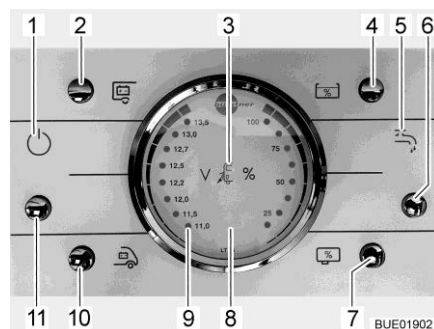

Bild 98 Panel LT 96
Der Taster (Bild 98,11) schaltet das Panel und die 12-V-Versorgung des Wohnraums ein und aus.
- Einschalten:** ■ Taster (Bild 98,11) drücken: Die 12-V-Versorgung des Wohnraums ist eingeschaltet. Die Kontroll-Leuchte (Bild 98,1) leuchtet.
- Ausschalten:** ■ Taster (Bild 98,11) drücken: Die 12-V-Versorgung des Wohnraums ist ausgeschaltet. Die Kontroll-Leuchte (Bild 98,1) erlischt.
Beim Anzeigeeinstrument V/Tank (Bild 98,8) die linke Skala beachten. Das Anzeigeeinstrument wird automatisch beleuchtet, sobald ein Taster gedrückt wird.
- Anzeigen:** ■ Taster (Bild 98,10) drücken: Die Batteriespannung der Starterbatterie wird angezeigt.
- Taster (Bild 98,2) drücken: Die Batteriespannung der Wohnraumbatterie wird angezeigt.
Beim Anzeigeelement V/Tank (Bild 98,8) die rechte Skala beachten. Das Anzeigeelement wird automatisch beleuchtet, sobald ein Taster gedrückt wird.
- Taster (Bild 98,4) drücken: Die Wassermenge wird angezeigt.
- Taster (Bild 98,7) drücken: Die Abwassermenge wird angezeigt.
- Einschalten:** ■ Taster (Bild 98,6) drücken: Die Wasserversorgung ist eingeschaltet. Die Kontroll-Leuchte Wasserpumpe (Bild 98,5) leuchtet.
- Ausschalten:** ■ Taster (Bild 98,6) drücken: Die Wasserversorgung ist ausgeschaltet. Die Kontroll-Leuchte Wasserpumpe (Bild 98,5) erlischt.
Die rote Warnleuchte "ALARM" (Bild 98,9) blinkt, sobald die Spannung der Wohnraumbatterie 11 V (Messung im laufenden Betrieb) unterschreitet und damit Tiefentladung droht.
Die 12-V-Kontroll-Leuchte (Bild 98,1) leuchtet, wenn der 12-V-Haupttaster (Bild 98,11) eingeschaltet ist.
Die 230-V-Kontroll-Leuchte (Bild 98,3) leuchtet, wenn am Eingang des Elektroblocs Netzspannung vorhanden ist.